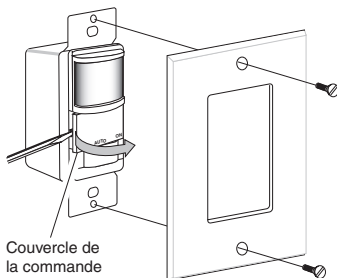

Figure 2 - Enlèvement du couvercle de la commande
2. Retirez le couvercle du panneau de commande en appuyant doucement dessus au moyen d'un tournevis, puis en soulevant le couvercle en le forçant avec le tournevis (voir la Figure 2).
1. Remettre le couvercle de la commande en place et fixer la plaque décorative (voir la Figure 2). Dans les cas où l'interrupteur à détection de mouvement est combiné à d'autres interrupteurs muraux ou à d'autres prises sur un boîtier d'expansion, il vous faudra acheter une plaque murale combinée. Les centres de bricolage et magasins de fournitures électriques offrent diverses combinaisons de plaques murales.